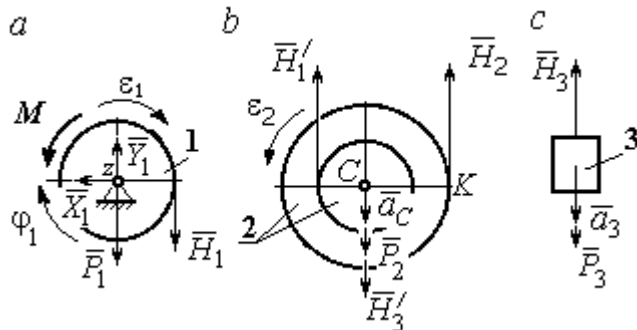

Рис. 5.25. Внешние силы и реакции связей, действующие на тела системы
2. Для решения задачи вторым способом – путём составления уравнений движения тел, входящих в состав механизма, освободим тела от связей и заменим их реакциями. На рис. 5.25 изображены силы и реакции, действующие на
Диск 2 (рис. 5.25, b) совершает плоскопараллельное движение. К нему приложена сила тяжести  $\vec{P}_2$  и реакции нитей  $\vec{H}_1', \vec{H}_2$  и  $\vec{H}_3'$ . Плоскопараллельное движение диска 2 описывается уравнением движения его центра масс в проекции на вертикальную ось и уравнением вращения диска вокруг оси, проходящей через центр масс перпендикулярно плоскости диска:
Груз 3 совершает поступательное движение. К нему приложены сила тяжести  $\vec{P}_3$  и реакция нити  $\vec{H}_3$  (рис. 5.25, c). Уравнение движения груза 3 в проекции на вертикальную ось, направленную в сторону его движения, имеет вид: